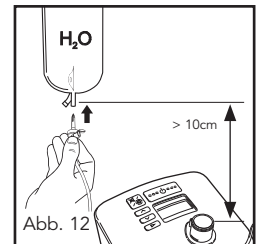
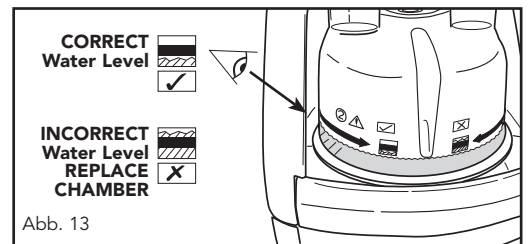

Abb. 12
Abb. 13
7. Hängen Sie den Wasserbeutel etwa 10 cm oberhalb des Gerätes an den Haken und stecken Sie den Dorn in das Röhrchen an der Beutelunterseite ein. Öffnen Sie die Belüftungskappe an der Seite des Beuteldorns (Abb. 12). Nun befüllt sich die Kammer automatisch bis zum erforderlichen Stand, der erhalten bleibt, bis der Wasserbeutel leer ist. Prüfen Sie, dass Wasser in die Kammer fließt und der Wasserstand unterhalb der Höchststandlinie bleibt, wie in Abb. 13 gezeigt. Sollte der Wasserstand über die Höchstlinie steigen, dann ist die Kammer umgehend zu ersetzen. Wenn die Kammer leer wird, sollte der „Kammer leer“-Alarm innerhalb von 30 Minuten ertönen, aber der Kammerschwimmer könnte dabei beschädigt werden. Wenn der „Kammer leer“-Alarm ertönt, empfiehlt es sich daher, die Kammer zu auszuwechseln.